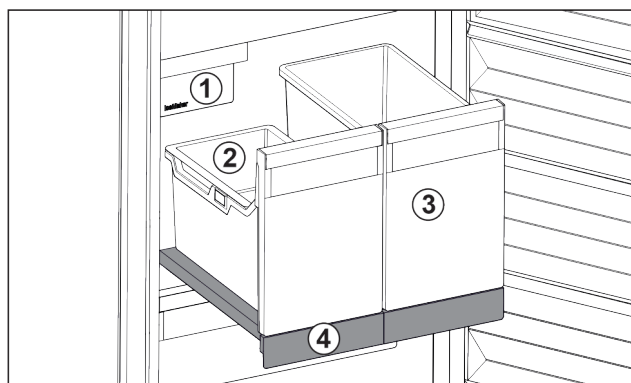

Fig. 103 Vyťahovacia polička s IceTower
- (1) IceMaker
- (2) Záviesná miska na kocky ľadu
- (3) Nádoba napríklad na pizzu, alkoholické nápoje
- (4) Vyťahovacia polička
Na vyťahovacej poličke sú dve vysoké nádoby (IceTower). V nádobe Fig. 103 (2) sa hromadia a skladujú kocky ľadu z IceMaker. Nádoba Fig. 103 (3) sa hodí na skladovanie vysokých potravín, ako sú pizze alebo alkoholické nápoje.